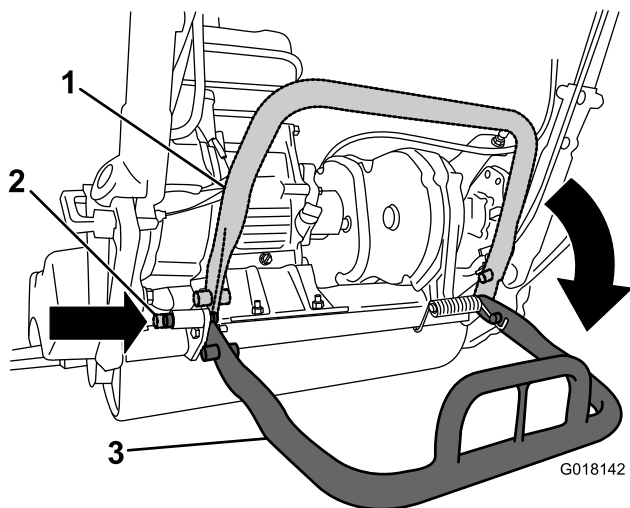

Figura 3
2. Baixe o suporte e empurre o pino de bloqueio para bloquear o suporte na posição de serviço (Figura 3). Deixe que a máquina assente sobre o pino de bloqueio.